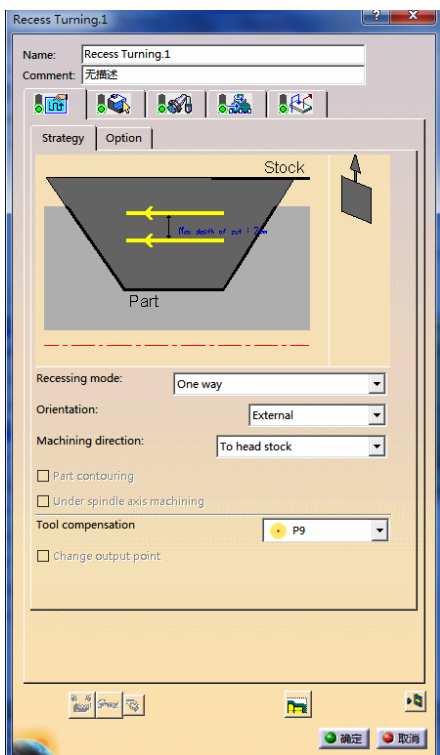

图 6-34 “Machining”选项卡 (2)
● 单击“Machining”选项卡 (2), 在“Recessing mode”下拉列表中选择“One way”, 在“Orientation”下拉列表中选择“External”, 在“Machining direction”下拉列表中选择“To head stock”, 如图 6-34 所示。